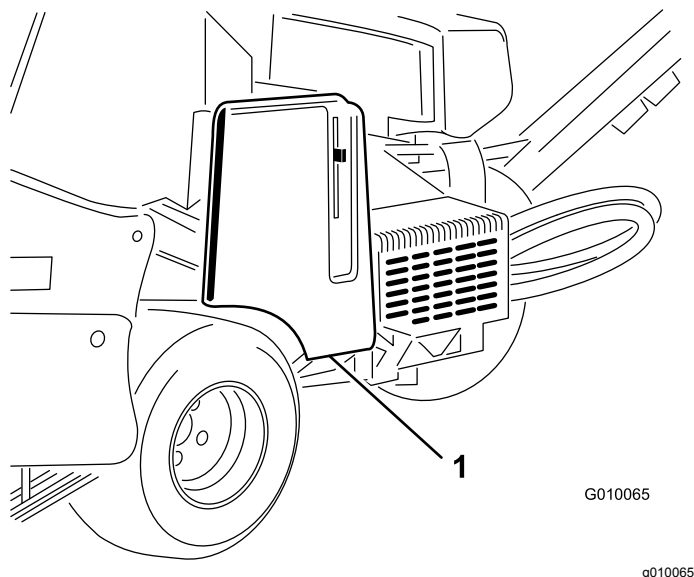

Figura 56
2. Sbloccate e togliete il copricinghia (Figura 56).
2. Sbloccate e toglie il copricinghia (Figura 56).